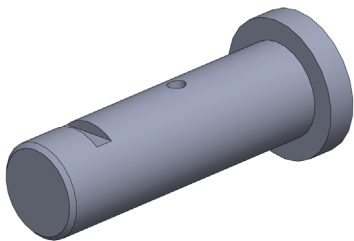

图 7-30 打开素材模型
(1) 单击常用工具栏中的【打开】按钮，打开一幅素材模型，如图 7-30 所示。